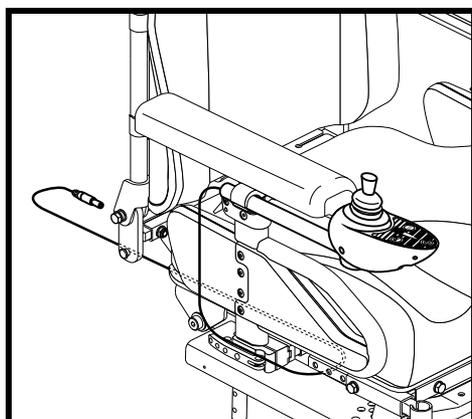

Figure 15. Câble passé
7. Utilisez une attache plastique pour fixer le câble à l'accoudoir. **Voir la figure 15.**
12. Branchez le contrôleur sur le devant de la base motorisée et fermez la porte du compartiment à batteries. **Voir la figure 15.**